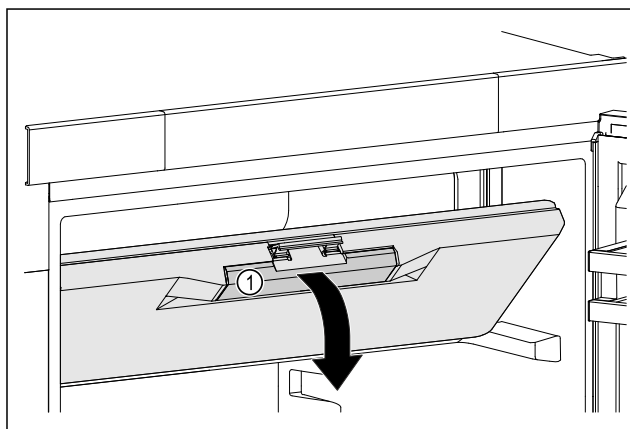

Fig. 51
- Kapni derën e ndarjes së ngrirjes te doreza e futur Fig. 51 (1).